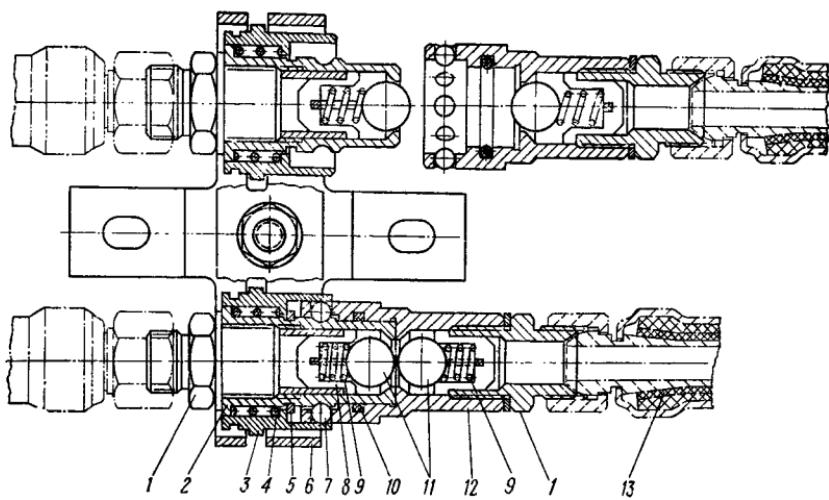

Рис. 75. Разрывная муфта с кронштейном:
1. Закрепите кронштейн 6 (рис. 75) в сборе с муфтами неподвижно на раме орудия (машины) так, чтобы его продольная ось совпадала с линией тяги.